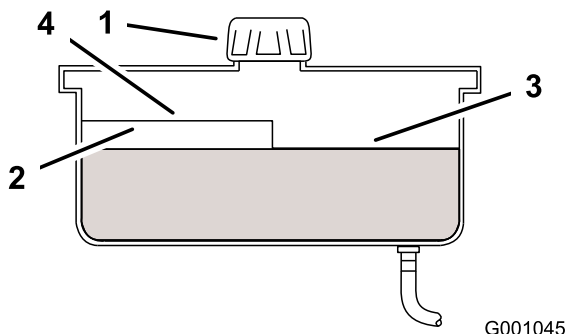

Figura 47
4. Pulite l'area attorno al tappo e al collo del bocchettone del serbatoio idraulico (Figura 47).
5. Togliete il tappo dal collo di riempimento. Guardate all'interno per verificare il livello del fluido nel serbatoio (Figura 47).
- Nota:** Il livello del fluido deve raggiungere la parte superiore del segno di livello 'caldo' del deflettore (Figura 47).